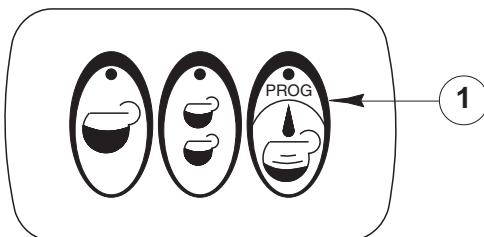

Fig. 2
- 4) Sur le clavier de distribution du café (fig. 2), enfoncez l'un des boutons, en fonction de la dose désirée.
Pour modifier la programmation des doses, suivre les consignes du paragraphe 5.7 de la notice d'emploi présente. La machine est prévue pour la distribution continue: enfoncez le bouton "PROG" (fig. 2; pos. 1) pour mettre en service la distribution puis appuyez à nouveau sur le même bouton pour la stopper.
Pour la programmation de chaque dose, procéder de la manière suivante : enfoncer pendant 5 secondes le bouton de programmation dose continue "PROG" (fig. 2; pos. 1) jusqu'à ce que le del clignote.
Appuyer sur le poussoir "PROG" (fig. 2; pos. 1) plusieurs fois pour la version DE.